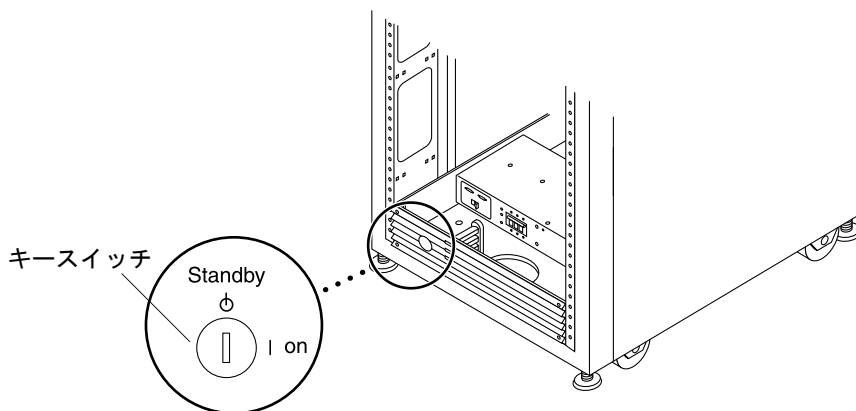

図 B-7 正面下側パネルのキースイッチの位置
3. ベース拡張キャビネットおよび拡張キャビネットの正面下側パネルのキースイッチが待機位置になっていることを確認します (図 B-7)。